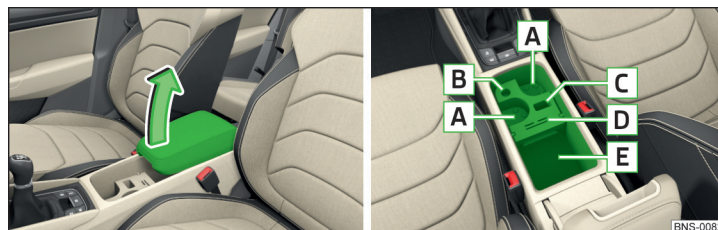

Fig. 119 Ouverture du vide-poches/intérieur du vide-poches
- Pour **ouvrir** le vide-poches, soulevez l'accoudoir jusqu'à la butée » fig. 119.
Intérieur du compartiment » fig. 119;